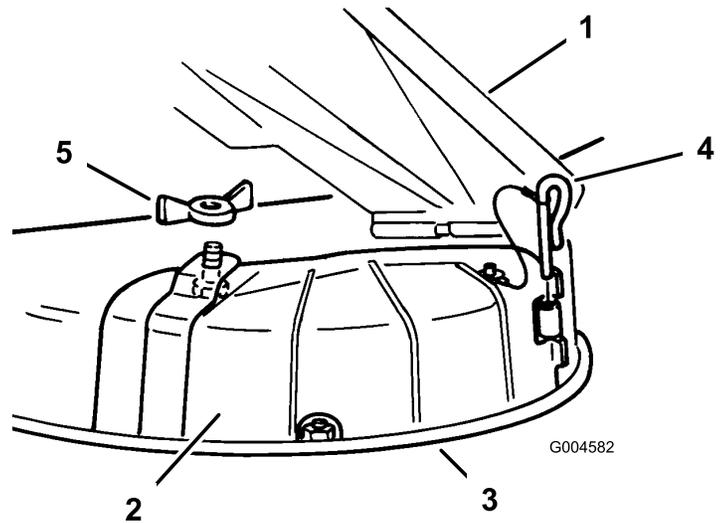

Bild 6
4. Entfernen Sie die Flügelmutter, Schraube und den Scharnierstift, mit dem die Seitenauswurfabdeckung befestigt ist, und heben Sie die Abdeckung vom Mähwerk ab (Bild 6). Bewahren Sie alle Teile für eine Wiederverwendung auf.